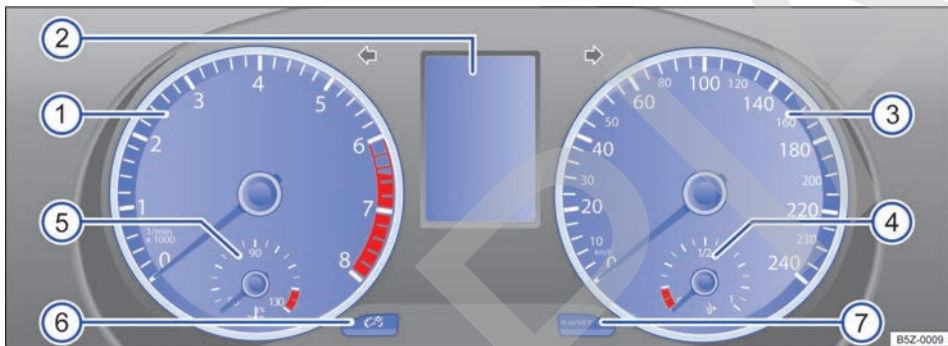

Fig. 9 Panel de instrumentos en el panel de instrumentos.
Significado de los instrumentos → fig. 9:
- Con el encendido conectado, para ajustar el reloj, si fuera necesario, cambiar al indicador del reloj, presionar la tecla → fig. 12 2) hacia arriba o hacia abajo o presionar la tecla de ajuste → fig. 9 7).
El indicador del intervalo de servicio aparece en el display del panel de instrumentos → fig. 9 ②.